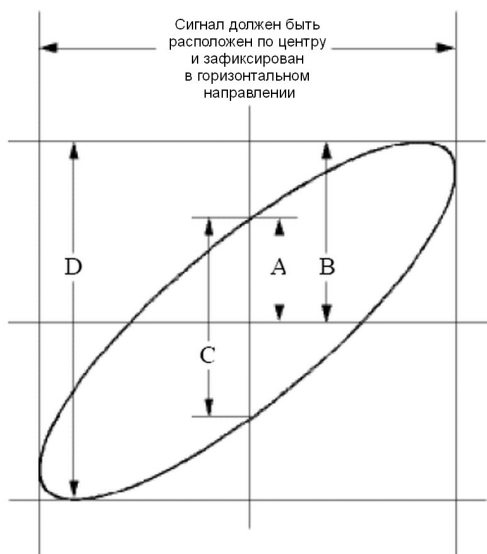

Рисунок 6.6. Фигура Лиссажу
- 8) Применяя методику анализа эллиптических осциллограмм, найдите и вычислите разность фаз (см. рисунок 6.6).